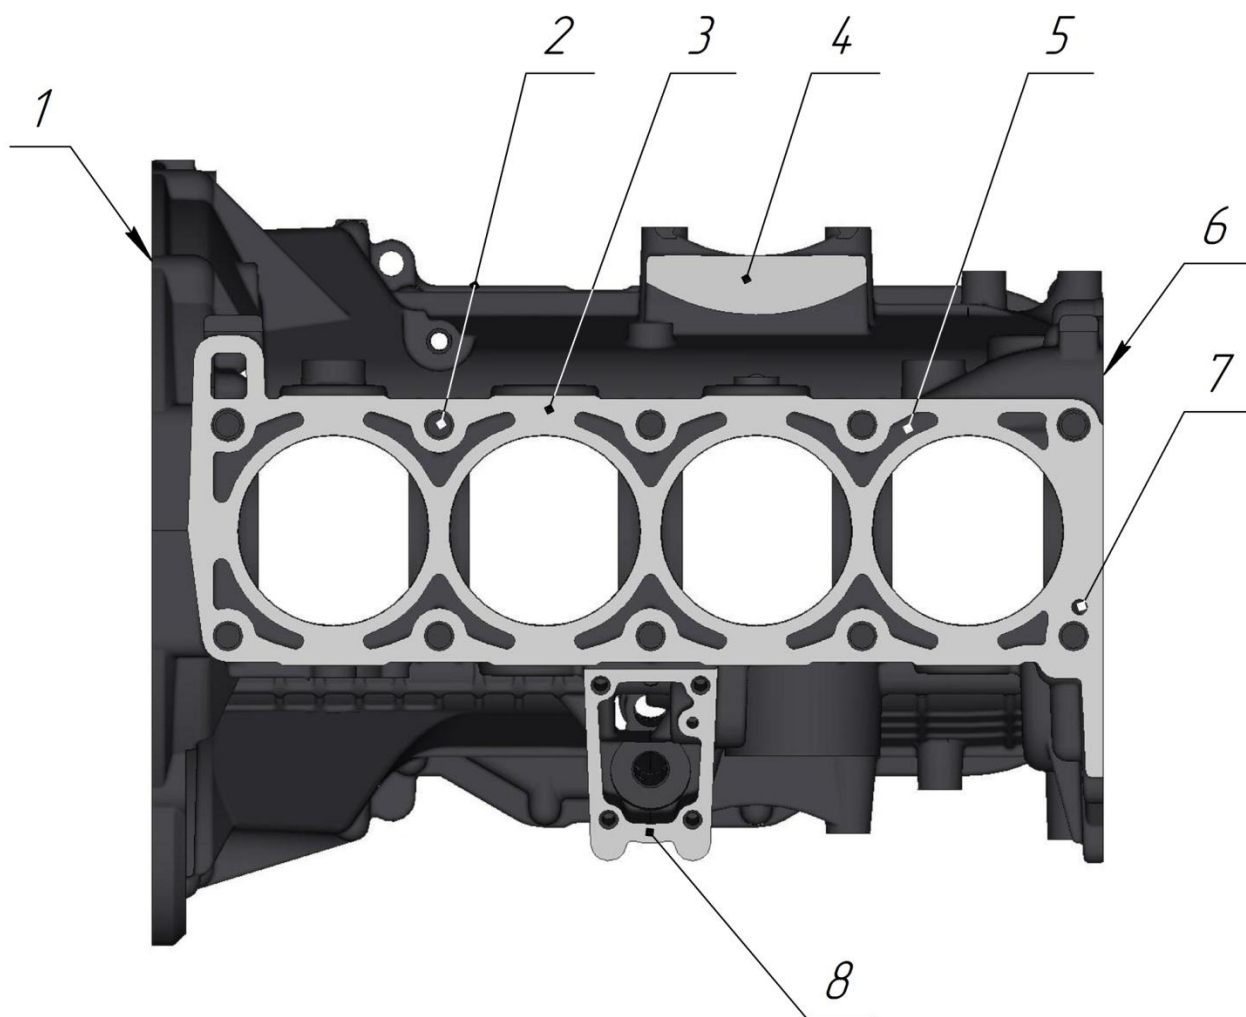
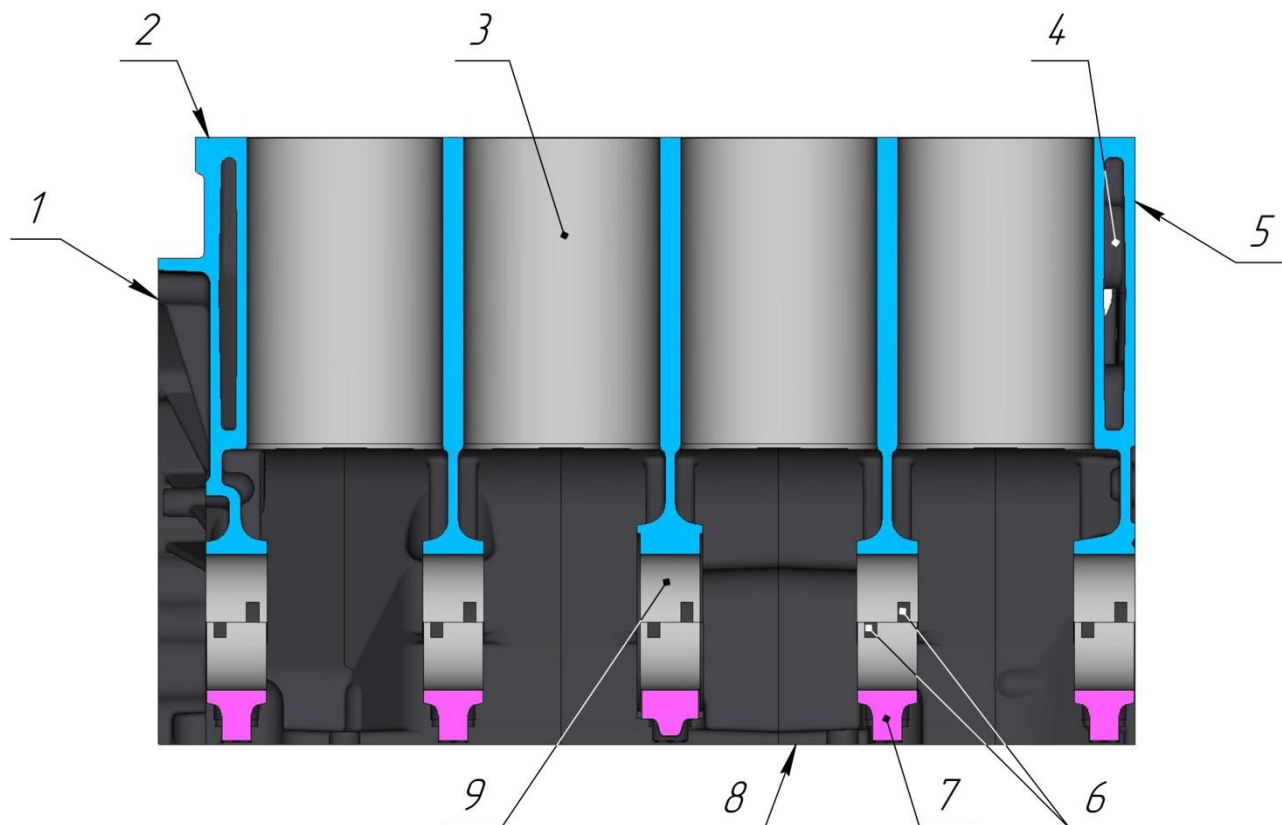

Рис.15. Блок цилиндров. Вид сверху:
Рис.17. Блок цилиндров. Продольный разрез по оси цилиндров:
**Блок цилиндров** (рис.15, 16, 17). Блок цилиндров из серого чугуна, выполнен в виде моноблока с картерной частью опущенной ниже оси коленчатого вала. В нижней части блока расположены пять гнезд коренных подшипников 9 (рис.17). Крышки коренных подшипников 7, изготавливаемые из высокопрочного чугуна, обрабатываются в сборе с блоком цилиндров и поэтому они не взаимозаменяемы. На нижней плоскости 1, 2 и 4 - ой крышек выбиты их порядковые номера для правильной установки. При установке крышек замочные пазы 6 под вкладыши в блоке цилиндров и в крышках следует располагать с одной стороны.